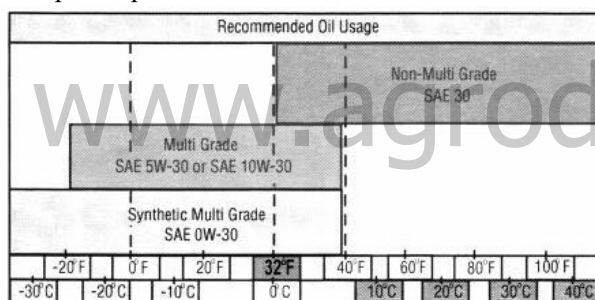

Рис. 27
7. Заполните двигатель рекомендуемым маслом, см. Таблицу рекомендуемого использования масла, объем масла в двигателе составляет 600 мл. См. рис.27.